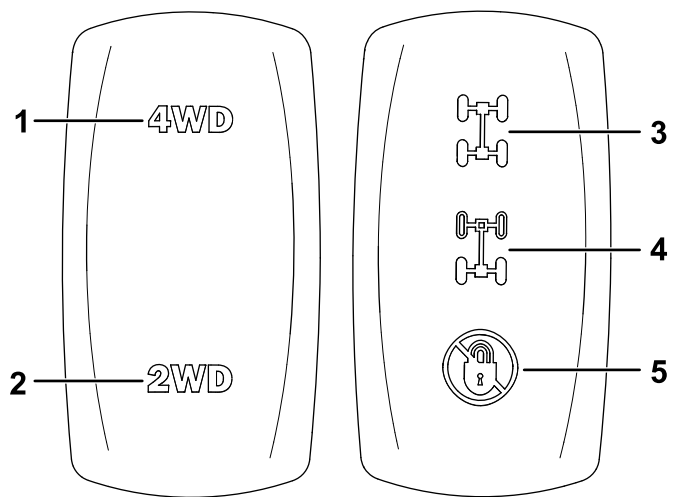

Figura 73
2. Pulse el interruptor de tracción a 2 ruedas/tracción a 4 ruedas (Figura 73) hacia arriba para engranar la tracción a 4 ruedas.
Sin pisar el pedal del acelerador, engrane la tracción a 4 ruedas pulsando el interruptor de tracción a 2 ruedas/tracción a 4 ruedas hasta la posición de abajo (Figura 73).
2. Pulse el interruptor de bloqueo de diferencial hasta la posición media para accionar el bloqueo de diferencial trasero (Figura 73).
Pulse el interruptor de bloqueo de diferencial hasta la posición de arriba para accionar los bloqueos de diferencial delantero y trasero (Figura 73).
Sin pisar el pedal del acelerador, desengrane los bloqueos de diferencial pulsando el interruptor de bloqueo de diferencial hasta la posición de abajo (Figura 73).